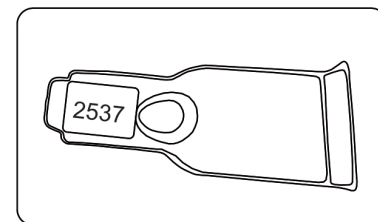

рис.7
- на каждом прижиме имеется наклейка с информацией о месте его установки (рис. 7).